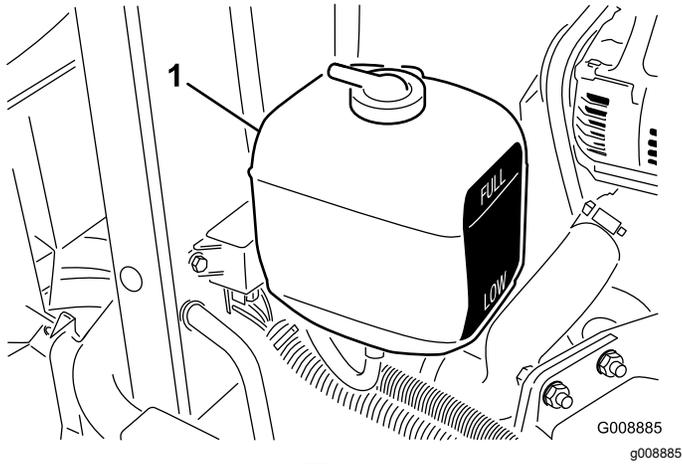

图 61
2. 检查膨胀水箱的冷却液液位 (图 61)。如果是已冷却的发动机冷却液液位大致应在油箱一侧的两个标记中间。